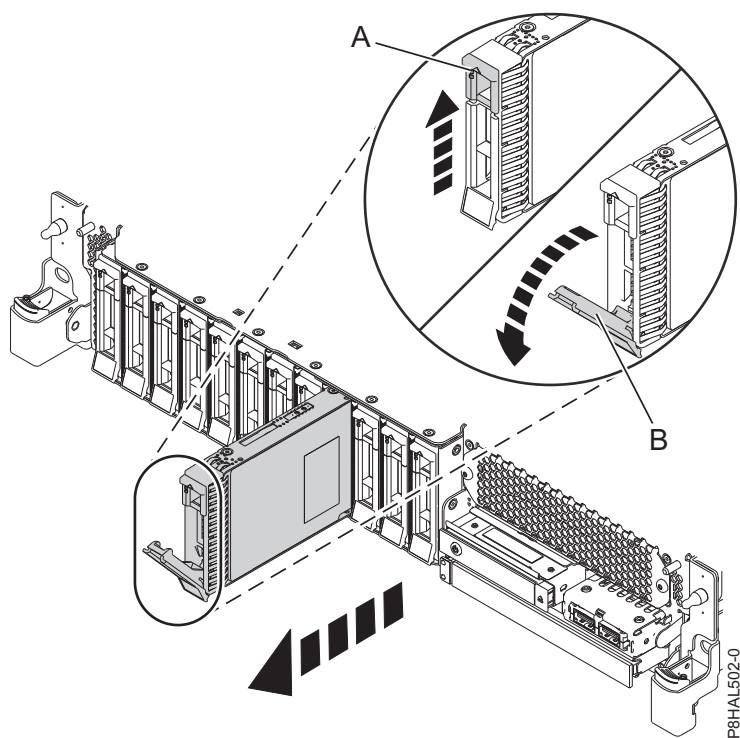
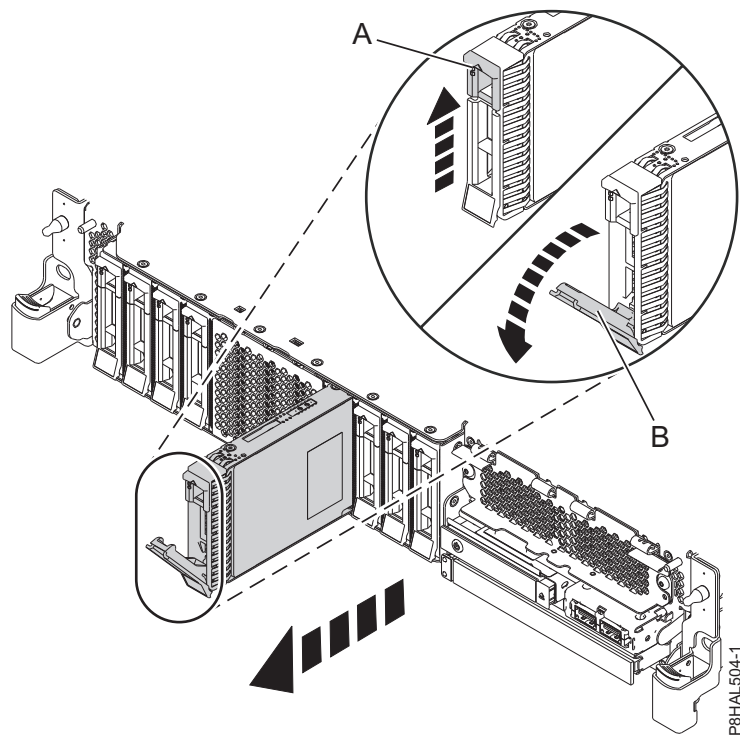

Figura 50. Extracció d'una unitat de disc d'un sistema de funció bàsica
Figura 51. Extracció d'una unitat de disc d'un sistema de funció expandida
3. Quan el LED d'identificació estigui fix, desbloquegeu la nansa del compartiment d'unitats (**B**) fent pressió al pestell de la nansa (**A**) i estirant-lo cap a vosaltres, tal com es mostra a Figura 50 a la pàgina 53 i Figura 51 a la pàgina 53. Si la nansa encara no ha sortit del tot, la unitat d'estat sòlid no podrà lliscar fora del sistema.